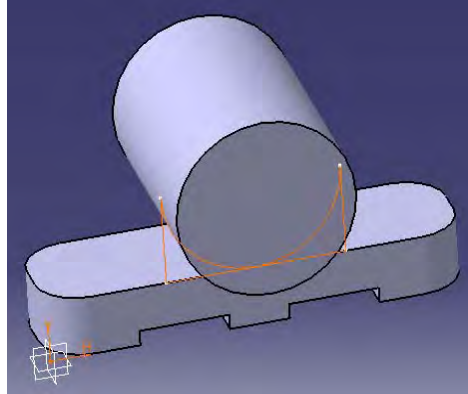

Figura 4.34: PROFILE 2
10.- Se selecciona la herramienta PAD en modulo PART DESIGN para extruir el profile 2(ver figura 4.34), se le da una longitud de 40mm, se da ok y se obtiene la figura 4.35.